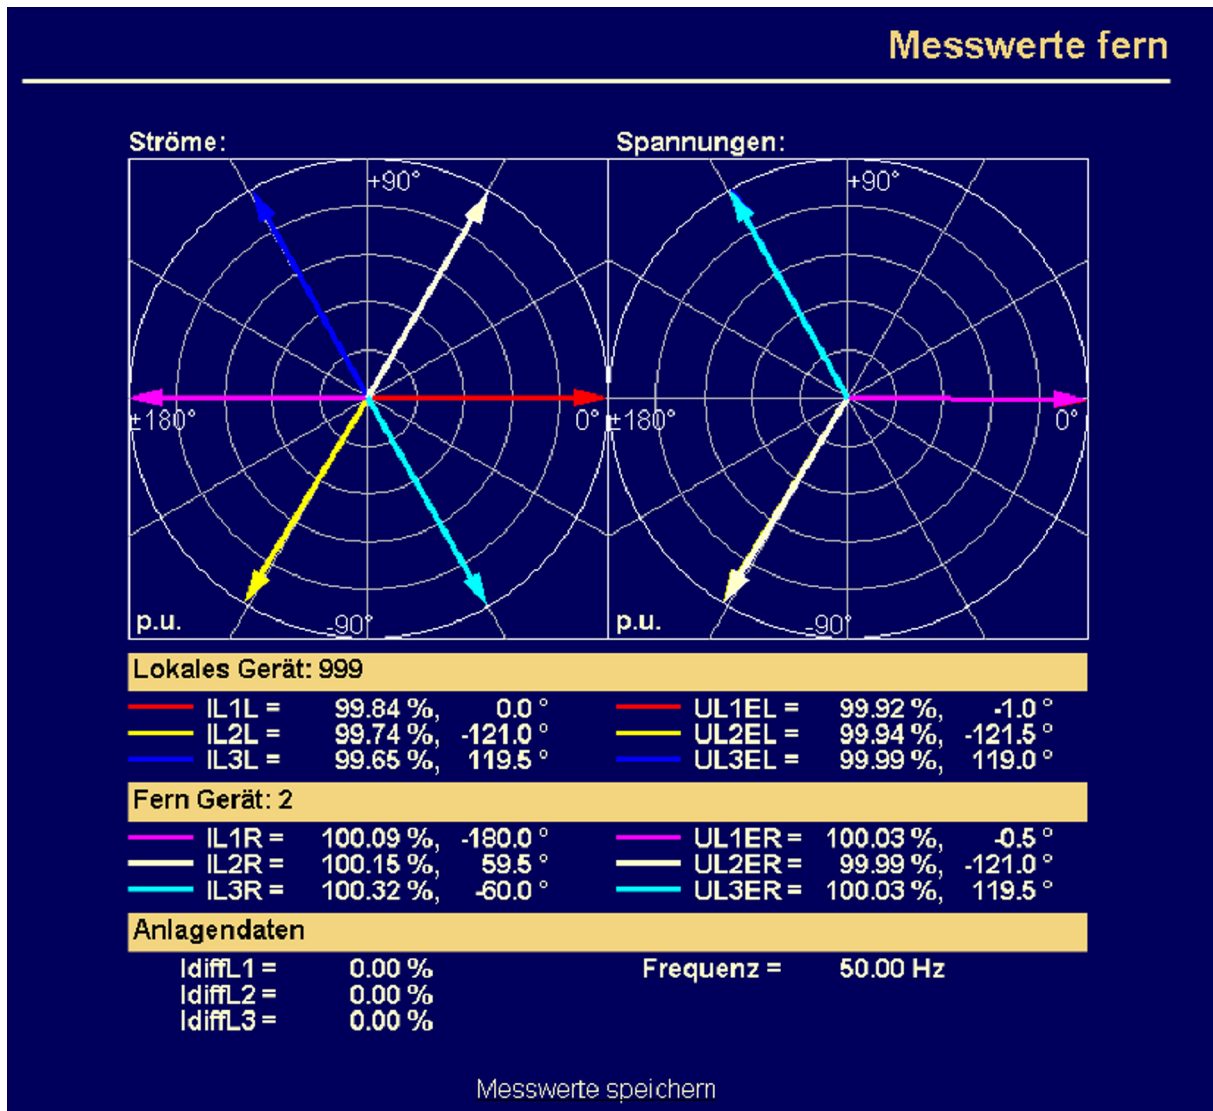

Bild 3-26 Lokale und ferne Messgrößen im IBS-Tool — Beispiel für plausible Messgrößen
Auch hier ist das „IBS-Tool“ eine bequeme Hilfe, da die Zeigerdiagramme auch die Zuordnung zwischen den Strömen und den Spannungen erkennen lassen (Bild 3-26). Zyklische und azyklische Phasenvertauschungen sind ohne Weiteres erkennbar.
- Die vorstehenden Kontrollen der Messgrößen auch am anderen Ende des geprüften Stromweges durchführen. Die Strom- und Spannungswerte sowie die Phasenwinkel des anderen Endes können als Prozentwerte auch örtlich ausgelesen werden. Beachten Sie, dass bei durchfließenden Strömen diese an beiden Enden im Idealfall (ohne Ladeströme) gegenteilige Vorzeichen haben, also um 180° gedreht sind. Im „IBS-Tool“ können die örtlichen und fernen Messwerte grafisch angezeigt werden. Ein Beispiel ist in Bild 3-26 gezeigt.